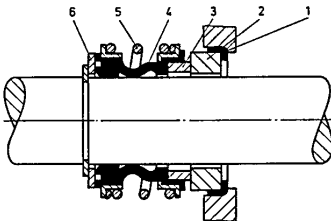

Fig. 6.2.3.3a
1. Sello mecánico cargado y para ambas direcciones de giro con elastómero (Fig. 6.2.3.3a)